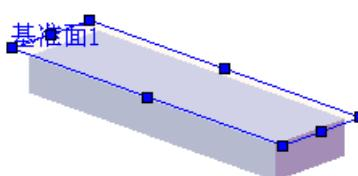
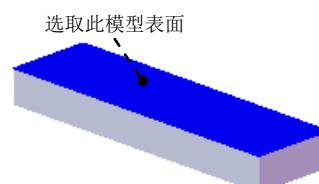
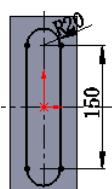

图 17.10.14 创建基准面 1
图 17.10.15 定义基准面的参考实体
图 17.10.16 草图 1
Step3. 创建图 17.10.14 所示的基准面 1。
(1) 选择下拉菜单 **插入(I)** → **参考几何体(G)** → **基准面(P)...** 命令，系统弹出“基准面”对话框。
(2) 定义基准面的参考实体。选取图 17.10.15 所示模型表面为所要创建的基准面的参考实体。
(3) 定义偏移参数。在 **后文本框** 输入 4。
(4) 单击“基准面”对话框中的 **确定** 按钮，完成基准面 1 的创建。
Step4. 绘制图 17.10.16 所示的草图 1。草图平面为图 17.10.15 所示的模型表面。